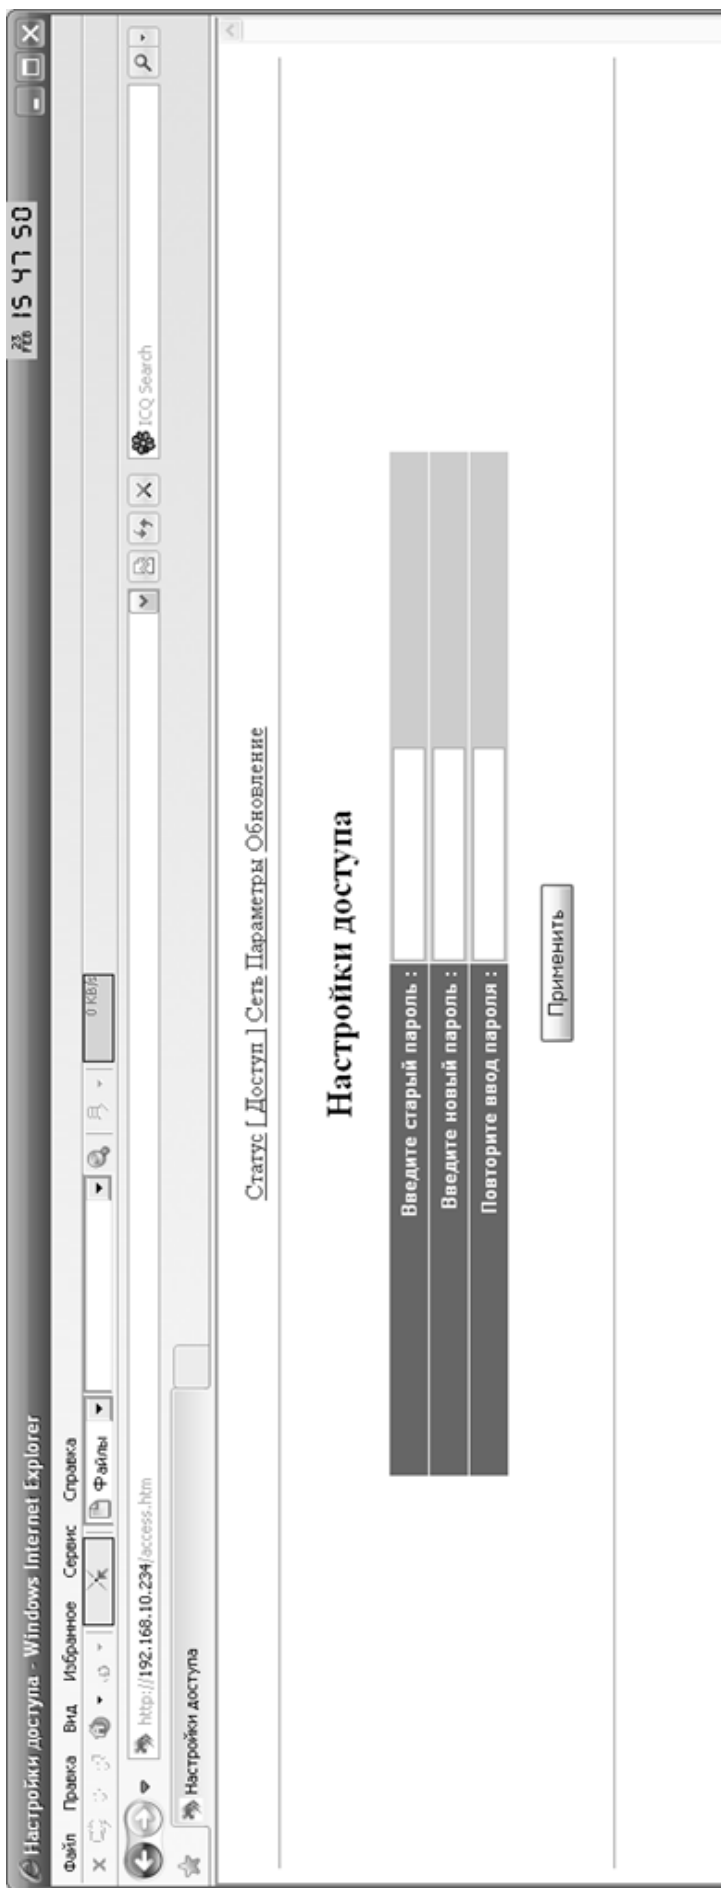

Рисунок 5 Страница настройки доступа
- Доступ – рисунок 5 – страница, на которой можно сменить пароль доступа к программируемым параметрам устройства.